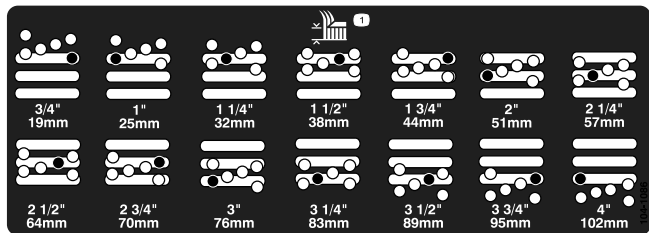

Figura 13
4. Sostenga la cámara y retire el espaciador (Figura 13).
5. Mueva la cámara a la altura de corte deseada e instale un espaciador en el taladro y la ranura de altura de corte deseados (Figura 13).